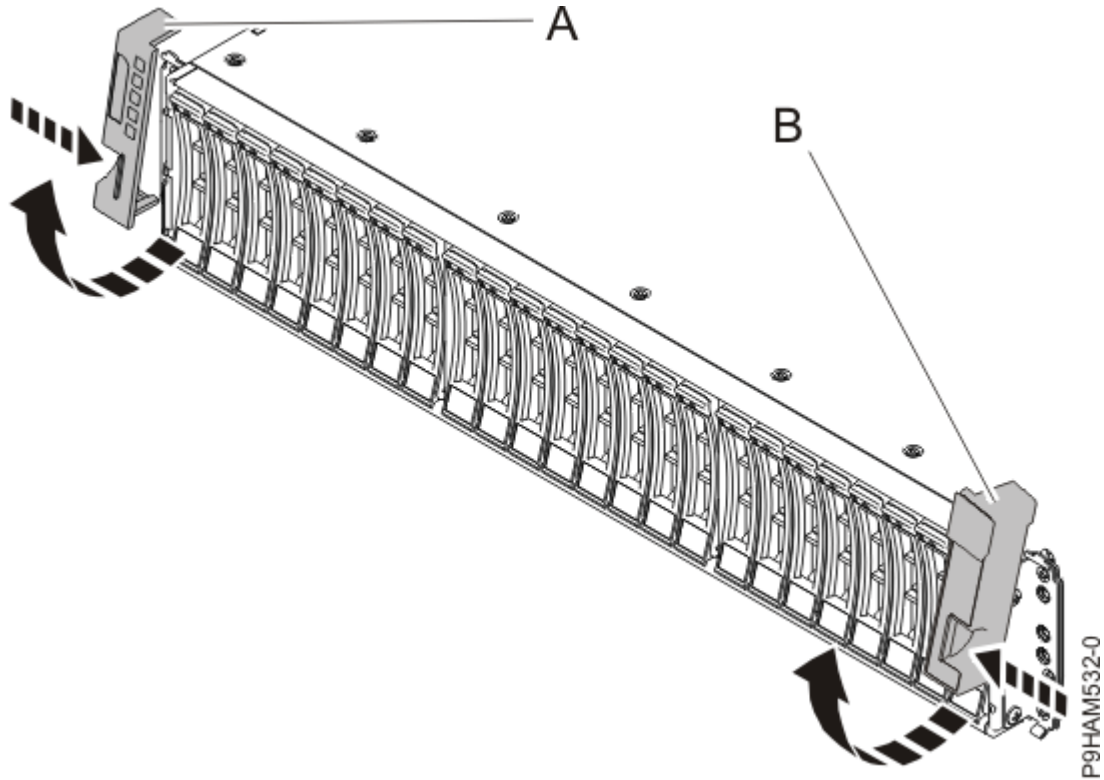

图 6: 卸下侧盖
4. 在机架前部，卸下左侧外盖 (A) 和右侧外盖 (B) 以显示安装支架。 捏住松开以从机箱凸缘向上和向上旋转外盖，如第 19 页的图 6 中所示。